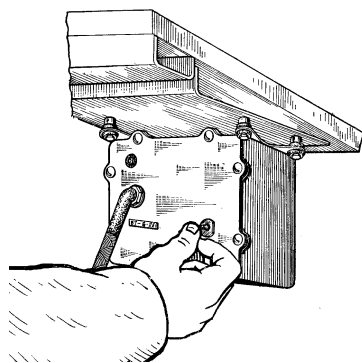

Рис. 80. Вмикання блоку живлення БТ-6-26Е
- увімкнути блок живлення БТ-6-26Е (рис. 80);